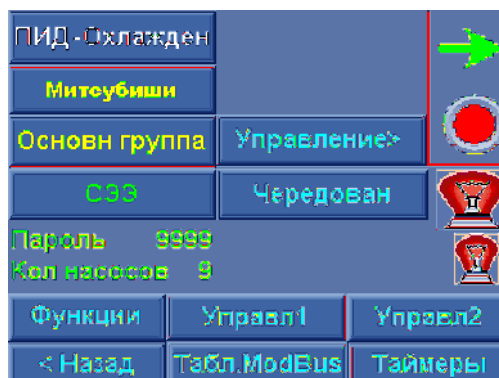
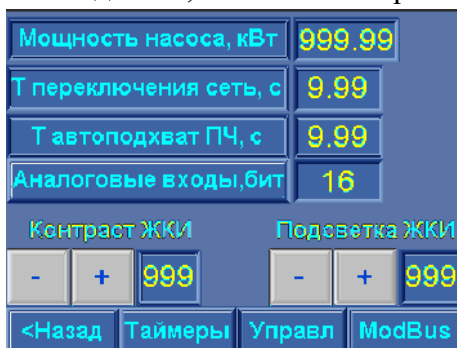
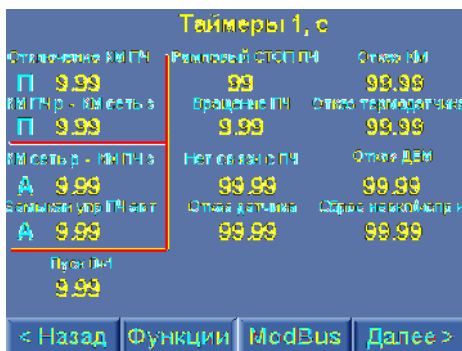
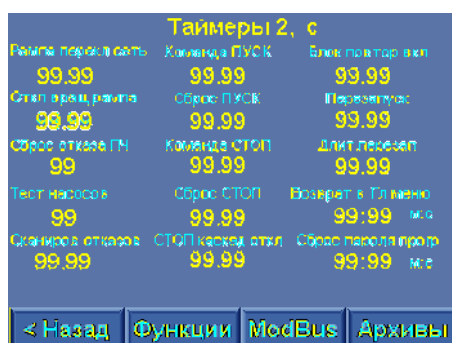

Рис. 1.1П. Главное меню наладки
Рис. 2.1П. Меню Функции
Рис. 3.1П. Меню Таймеры 1
Рис. 4.1П. Меню Таймеры 2
Доступ к программированию данной группы параметров производится из меню наладки. Доступ к меню осуществляется из Меню перехода (рис. 7.2) нажатием клавиши «Наладчик». После ввода пароля 2-го уровня доступа производится переход к Главному меню наладки (рис. 1.1П).
- изображение красного индикатора – управление комплексом заблокировано из меню Функции (рис. 2.1П). При блокировке управления появляется красный индикатор. В строке состояний Главного меню индицируется «Блокировка»;
При вводе мощности насоса в меню Функции (рис. 2.1п) в меню Таймеры 1 изменится значение T2:  $T_2 = (T_p f(P \text{ насоса}) - T_1)$ . Время T1 при вводе мощности не рассчитывается, является постоянной введенной величиной. Рекомендуемое значение – 0,02 секунды.
При изменении параметра Т отключения КМ ПЧ изменится общее время переключения насоса к сети в меню Функции (рис. 2.1П).
Значения таймеров Т КМ ПЧ р – КМ сеть з, (Т3), Т замыкания цепи управления ПЧ (Т4) могут вводиться прямой записью. При этом изменится значение времени Т автоподхват в меню Функции (рис. 2.1п).
При нажатии клавиши «Далее >» меню «Таймеры 1» - переход к меню «Таймеры 2» (рис. 4.1п).
- Команда ПУСК – интервал времени формирования команды ПУСК – каскадного пуска дополнительных насосов (t1 - п. 4.2, рис. 4.1);
- Сброс ПУСК – интервал времени снятия команды ПУСК (t2 – п.4.2, рис. 4.1);
- Команда СТОП – интервал времени формирования команды СТОП – каскадный останов дополнительных насосов (t3 - п. 4.2, рис. 4.1);
- Сброс СТОП – интервал времени снятия команды СТОП (t4 – п.4.2, рис. 4.1);
При нажатии клавиши «<**Назад**» меню – возврат в меню Таймеры 2, наладка (рис. 4.1П), при нажатии клавиши «**Функции**» - переход к меню Функции (рис. 2.1П); при нажатии клавиши «**ModBus**» - переход к меню «**ModBus**» (рис. 6.1П).
При нажатии клавиши «**< Назад**» производится выход в Главное меню наладки (рис. 1.1П), при нажатии клавиши «**Функции**» - переход в меню Функции (рис. 2.1П), При нажатии клавиши «**Таймеры**» - переход в меню Таймеры 1 (рис. 3.1П).